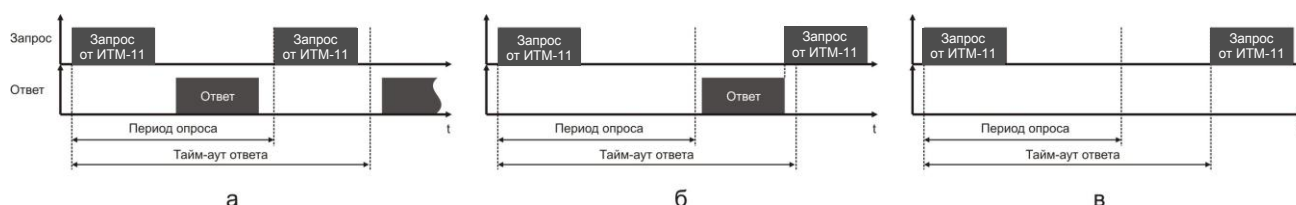

Рисунок 7.3- Временные диаграммы приема-передачи данных ИТМ-11(В) в режиме MASTER
- В *параметрах 05, 06* задаются период опроса и тайм-аут ответа соответственно. Период опроса задается в пределах 10-10000мс. При нормальной работе за время этого периода прибор должен успеть передать запрос и принять ответ (рис.7.3.а). По истечении времени периода идет следующий запрос. Таким образом, каждый период ИТМ-11(В) будет получать данные от запрашиваемого индикатора. Если же за время периода опроса ответ не приходит, посылка следующего запроса ожидается до истечения времени тайм-аута ответа. Если ответ придет до окончания тайм-аута, то сразу после его получения будет отправлен следующий запрос (рис.7.3.б). Если ответа не будет до окончания таймаута, тогда будет следующий запрос (7.3.в), и при этом светодиод ИНТ будет гореть до момента получения ответа. После пяти тайм-аутов с неполученным ответом на дисплее будет выведено сообщение об ошибке: